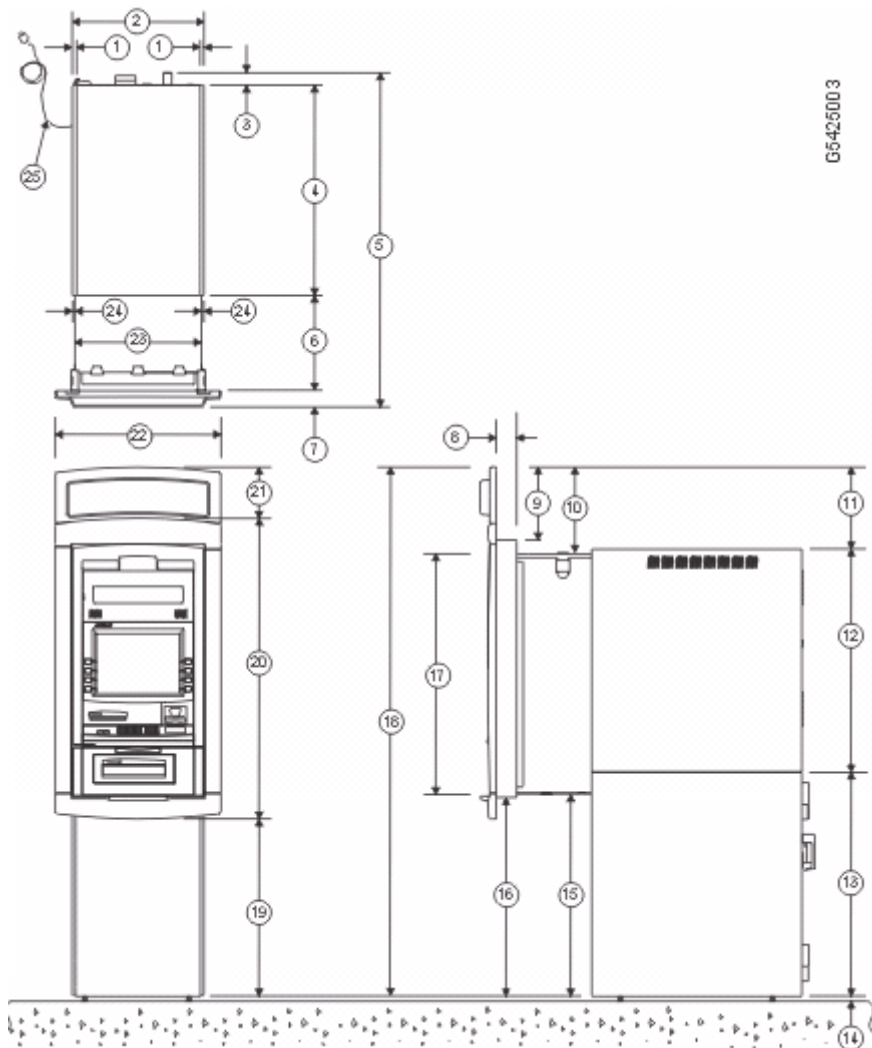

Рисунок 3-2
12.7 мм сейф, 4-х или 5-ти кассетный диспенсер	Рисунок 3-2